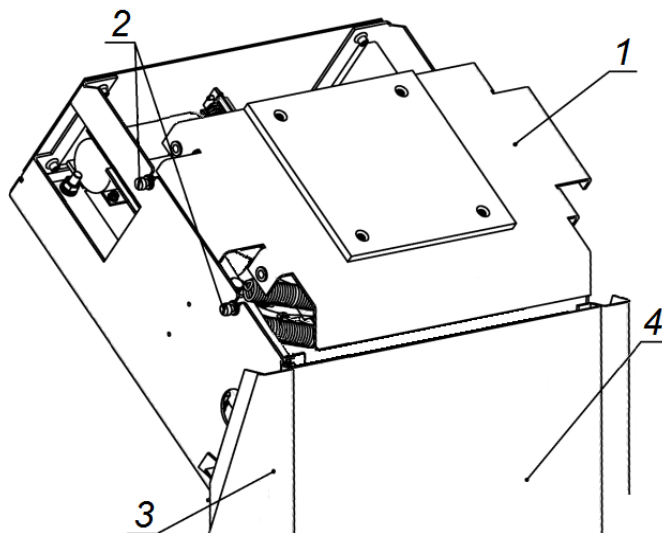

Рисунок 13. Стойка ЭП со снятой крышкой
4. Установите гильзы анкеров (15) в выполненные в полу отверстия так, чтобы они не выступали над поверхностью пола.
6. Снимите крышку ЭП (2). Порядок снятия крышки см. в разд. 6.
7. Снимите заднюю стенку ЭП (4, рис. 13). Для этого смещайте ее вверх вдоль стойки ЭП, до тех пор, пока она не выйдет из зацепления со стойкой. Задняя стенка снабжена двумя парами зацепов, расположенными в ее верхней и нижней частях.